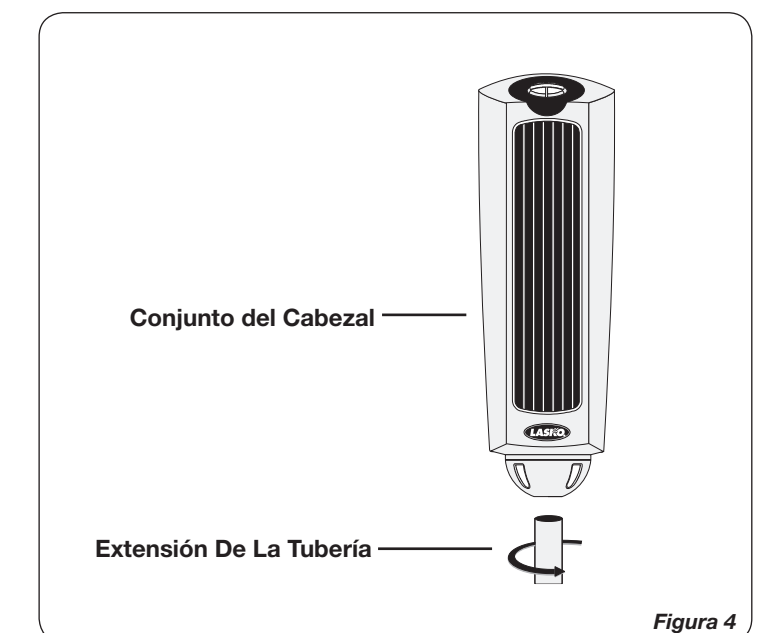

Figura 4
CONJUNTO DE LA CABEZA (Figura 4)
1. Coloque el Conjunto del Cabezal sobre el extremo del Extensión De La Tubería torciendo Conjunto del Cabezal abajo hasta que se sienta en el Extensión De La Tubería. (Figura 4)